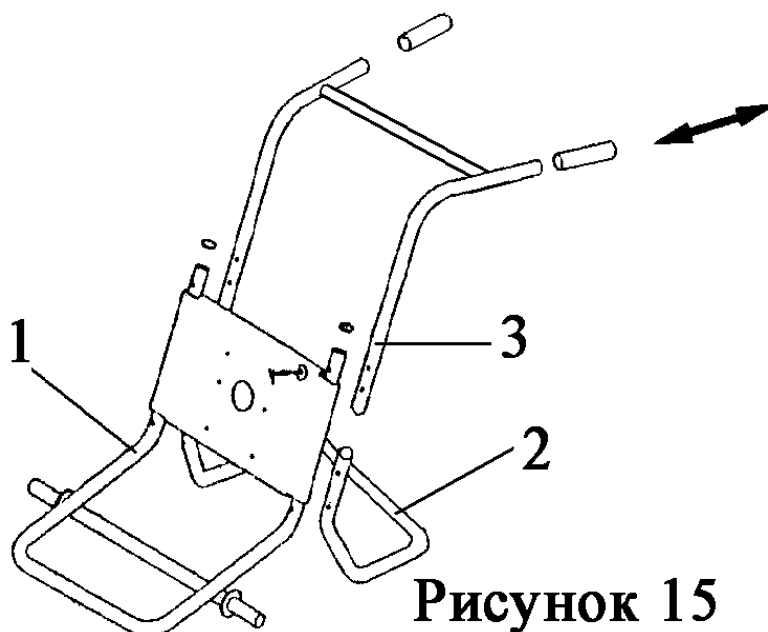

Рисунок 15
1. Соедините раму (1), металлическую опорную ножку (2) и рукоять (3) при помощи болтов и гаек (Рисунок 15).